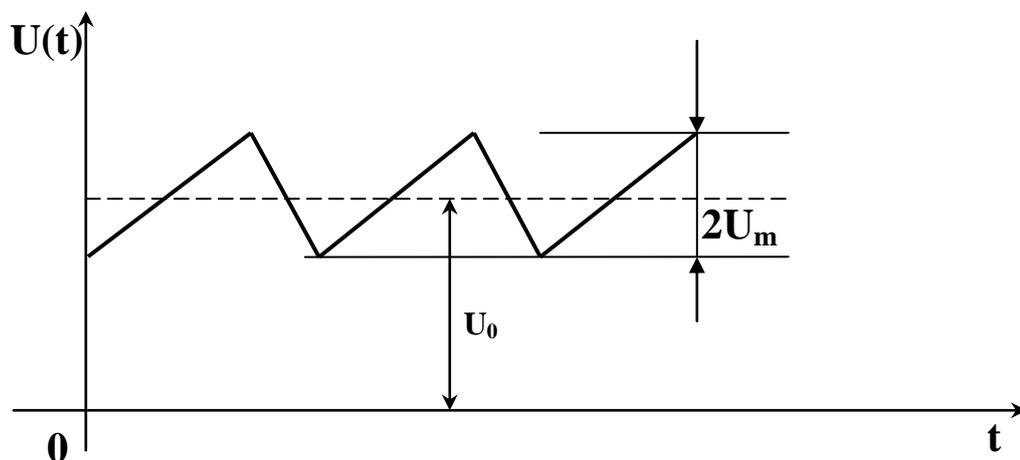

Рис. 16. К измерению коэффициента пульсаций выходного напряжения
1. При номинальном токе нагрузки измерить с помощью осциллографа величину полного размаха напряжения пульсаций на выходе источника питания  $2U_m$  (рис. 16).